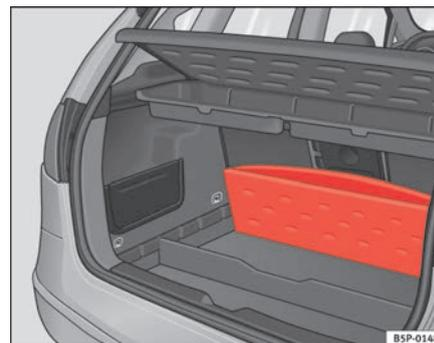

Fig. 105 Tapa maletero plegable
- Levante el piso del maletero y pliéégelo hacia atrás, hasta su totalidad ⇒ página 147, fig. 105.